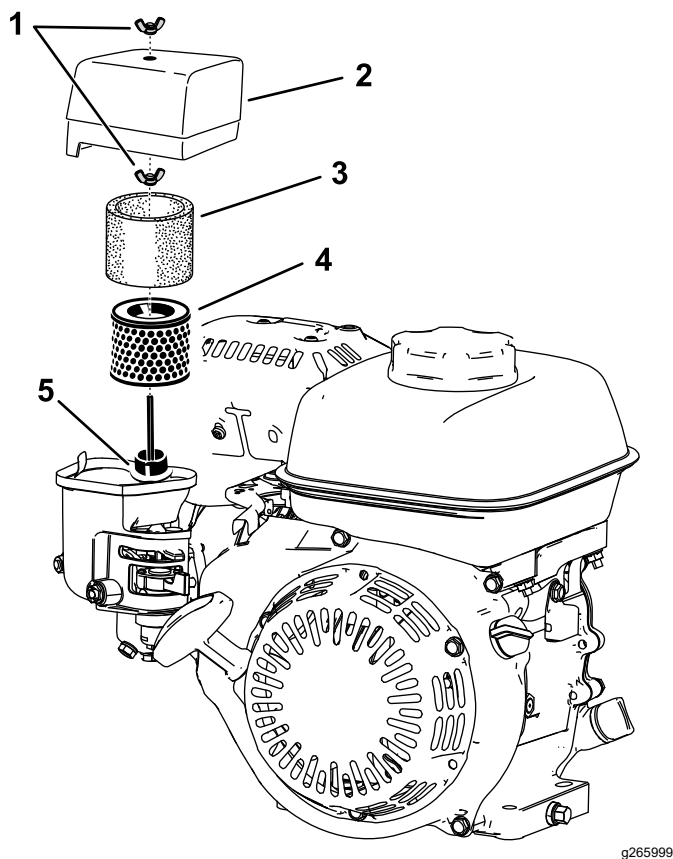

Рисунок 33
2. Снимите барашковую гайку крепления крышки воздухоочистителя (Рисунок 33).